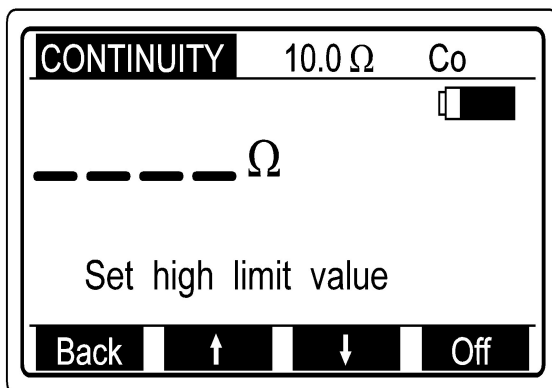

Fig. 19: Instelmenu voor grenswaarde
- Druk op de Back (F1)-toets nadat de grenswaarde geprogrammeerd is om naar het beginmenu voor aardingsweerstand terug te keren (zie. fig. 19).